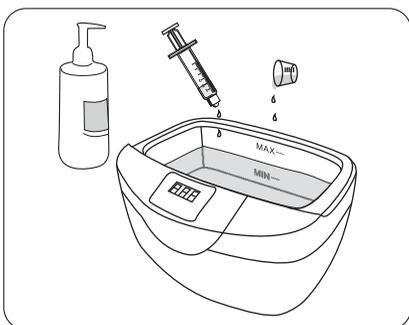

Fig. 11
- 4► Coloque la cantidad correcta de detergente enzimático en la cuba de acero inoxidable o el bécquer de acuerdo con las recomendaciones del fabricante. Para su economía y comodidad utilice un vaso medidor o una jeringa sin aguja para medir el volumen y que la misma sea utilizada solamente para este fin (Fig. 11). No utilice soluciones/productos desincrustantes porque poseen alta concentración ácida, eso podrá dañar la cuba, su vedamento y el instrumental.